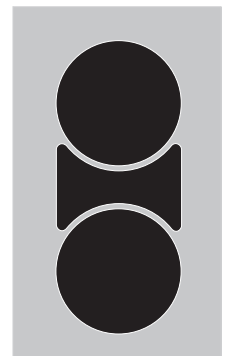

Figure 7 -
Le message d'erreur s'affiche et clignote ("**Er**") lors du branchement (ou après une interruption de courant) si un bouton de commande est à la position Marche (ON) (voir fig. 7). Si une interruption de courant survient, assurez-vous que tous les boutons de commandes sont à la position Arrêt. Ceci redémarrera les commandes des éléments de surface. Après avoir placé les boutons de commandes à la position Arrêt (OFF), les afficheurs devraient revenir à la normale. Si les commandes ne fonctionnent toujours pas et que "**Er**" demeure affiché dans un des afficheurs, contactez un réparateur autorisé.
L'élément PONT peut être employé en combinaison avec l'élément simple situé à l'arrière à gauche (Figure 7). Puisque ces éléments ont des commandes différentes, un élément peut être employé pour faire cuire tandis que l'autre élément peut être utilisé pour conserver la nourriture chaude.